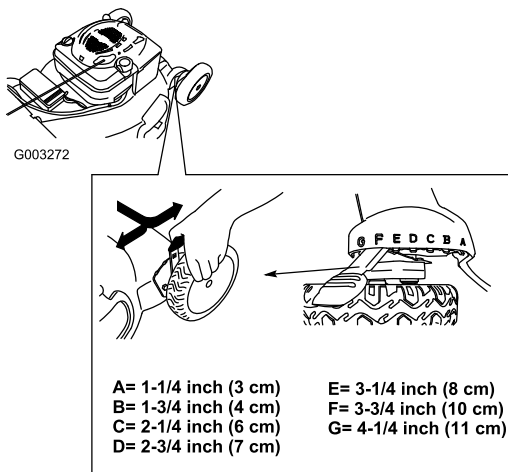

Figura 13
**Nota:** Per alzare il tosaerba, spostate in avanti tutte e quattro le leve dell'altezza di taglio; per abbassare il tosaerba, spostate indietro tutte le leve (Figura 13).